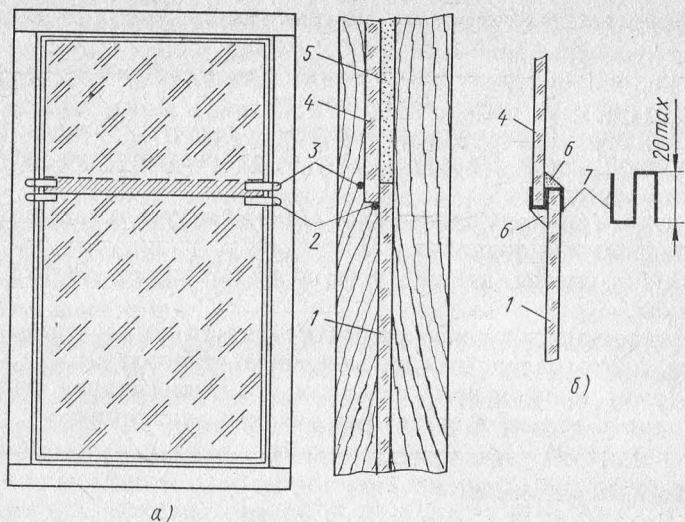

Рис. 81. Вставка составного стекла внахлестку (а), детали стыка (б):
**Вставка составного стекла** (рис. 81). Составное стекло должно состоять не более чем из двух кусков. Обычно его ставят внахлестку, ширина которой должна быть до